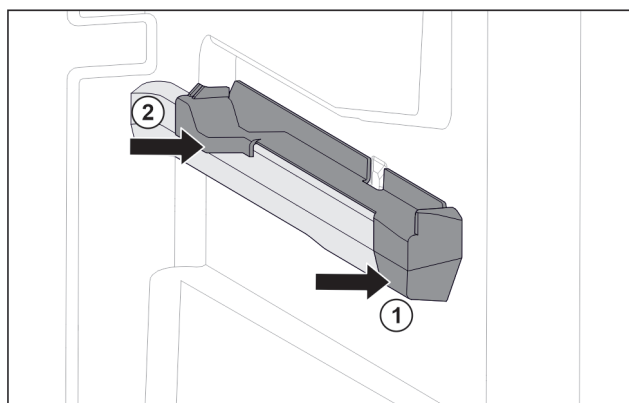

Fig. 148 Natični nastavek na desnemu nastavku za posodo
- ▶ Natični nastavek spredaj namestite na nastavek za posodo. Fig. 148 (1)
- ▶ Pritisnite natični nastavek zadaj. Fig. 148 (2)